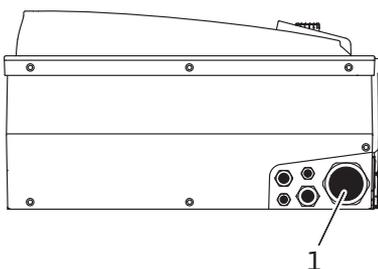

Fig. 22: Kabelskjøt med gjenger M40
- Netttilkoblingsledningen må føres gjennom kabelskjøten med gjenger M40 (Fig. 22, pos. 1).